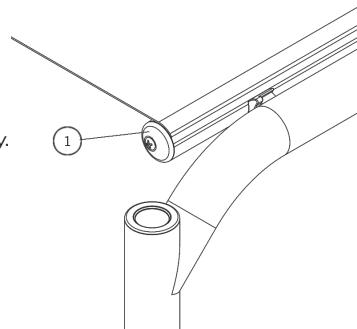

Fig. 25
- Remove end cap (1) (Fig. 25).
- Reinstall end cap (1).